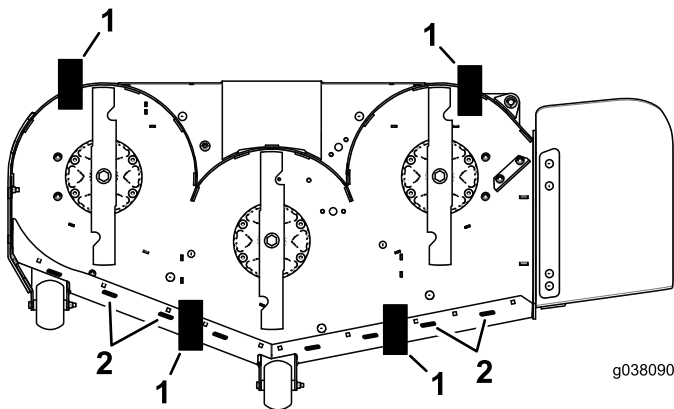

Figura 82
11. Amplasai 2 blocuri (consultai tabelul privind înălțimea blocului i cuitul pentru tuns) sub marginea din spate a punii de tăiere, câte unul pe fiecare parte a punii de tăiere (Figura 82).